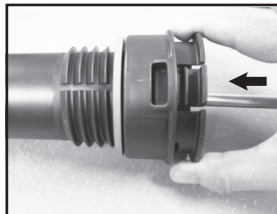

Figura 5
5. Inserte el ensamblado del mango de la bomba en el cilindro de la bomba. Alinee las lengüetas de la tapa de la bomba con los cortes rectangulares sobre el cilindro. Empuje la tapa en el lugar que le corresponde hasta que la tapa encaje firmemente en su posición **(Vea la Figura 5)**